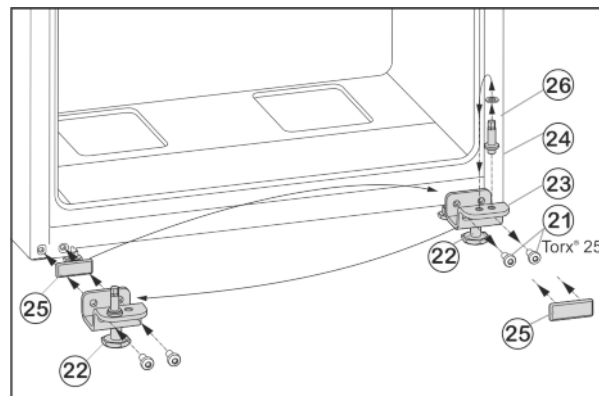

Fig. 7
- Upevňovací šrouby Fig. 7 (21) odšroubujte.
- Vyjměte spodní stojan ložiska Fig. 7 (23) i s ložiskovým čepem Fig. 7 (24), podložkou Fig. 7 (26) a seřizovací nožkou Fig. 7 (22).
- Ložiskový čep Fig. 7 (24) kompletně odšroubujte i s podložkou Fig. 7 (26), přemístěte do protilehlého upínacího otvoru stojanu ložiska a opět přišroubujte.
- Krycí desku Fig. 7 (25) opatrně sejměte a přemístěte ji na protější stranu.
- Spodní stojan ložiska Fig. 7 (23) opět kompletně, i s ložiskovým čepem Fig. 7 (24), podložkou Fig. 7 (26) a seřizovací nožkou Fig. 7 (22), případně s pomocí akumulátorového šroubováku **silou (4 Nm)** našroubujte na nové straně závěsu dveří.
- Spodní dveře nasadte shora na ložiskový čep Fig. 7 (24).
- ▶ Seřizovací nožku Fig. 7 (22) na spodním stojanu ložiska Fig. 7 (23) vytáčejte, až dosedne na zem.